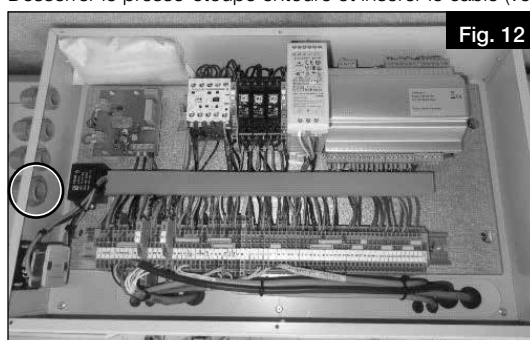

Fig. 12
3. Desserrer le presse-étoupe entouré et insérer le câble (voir Fig. 12).